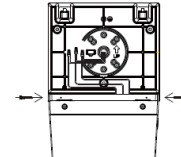

Fig. 2.4
5. Fixer le couvercle avant du luminaire à la plaque arrière à l'aide des vis fournies (Fig. 2.4).